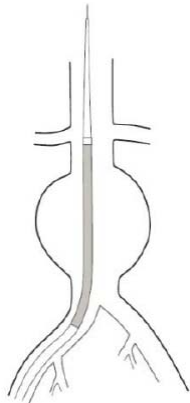

Figura 10: Avanço do sistema introdutor
- Monitorando por fluoroscopia, avance o sistema de Liberação até que a ponta da bainha esteja perto do local do implante na aorta. Continue avançando e, ao mesmo tempo, observando os marcadores radiopacos na extremidade proximal da endoprótese. Avance até que a extremidade proximal da endoprótese esteja no local do implante. (Figura 10)